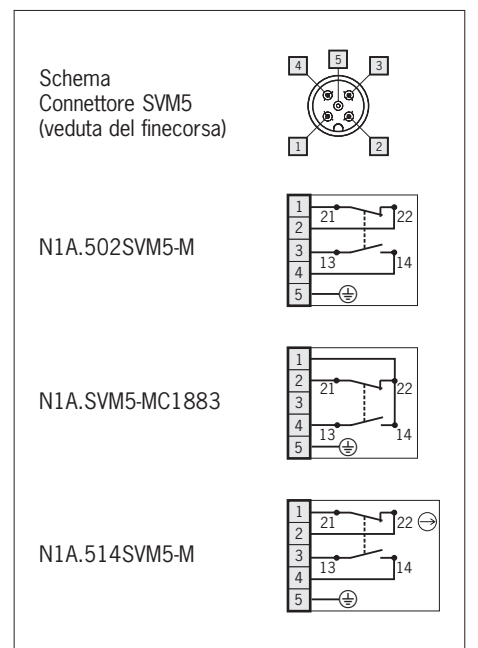

Fig. 7: Posizione dei connettori M12
- ▶ Posizione dei connettori vedere fig. 7.